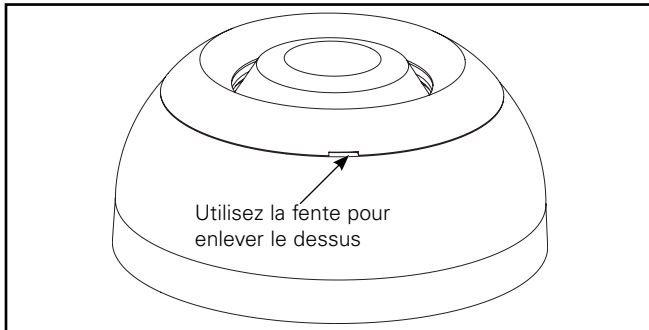

Figure 4.
1. Localisez la fente sur le détecteur. (Figure 4.)